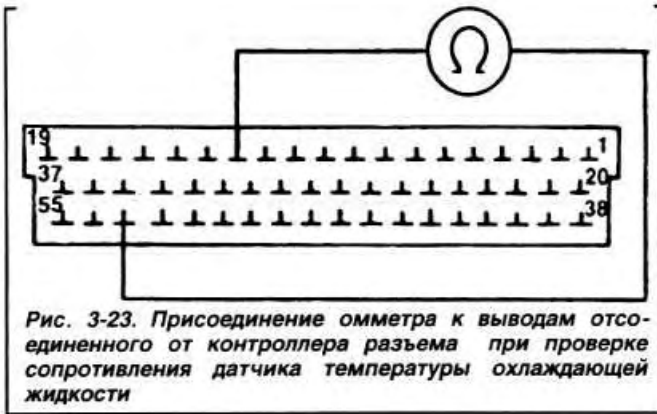

Рис. 3-23. Присоединение омметра к выводам отсоединенного от контроллера разъема при проверке сопротивления датчика температуры охлаждающей жидкости
- Присоединить омметр к выводам «13» и «53» (рис. 3-23) кабельной части разъема и проверить показания омметра, которые должны соответствовать величинам, указанным в подразделе «Конструкция и технические характеристики».